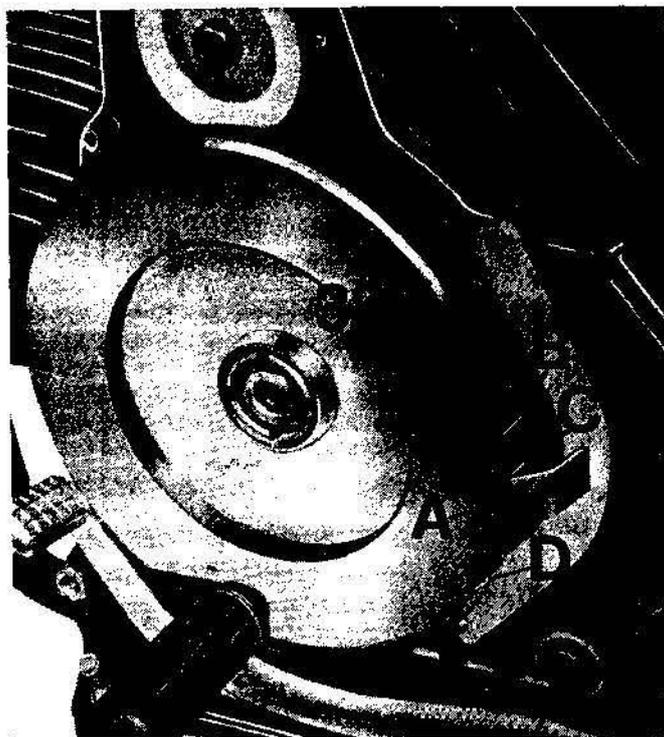

Fig. 113/1
- assicurarsi che il pistone sia a punto morto superiore, a fine fase di compressione, cioè con valvole chiuse. Il segno sul volano « P.M.S. » deve coincidere con il foro di centraggio (E di fig. 113) sul manicotto;
- ruotare il volano in senso antiorario finché il segno « AF10 » sul volano stesso si trovi in corrispondenza con il foro di centraggio (E di fig. 113) sul manicotto dentato. A questo punto i contatti del ruttore devono dare inizio all'apertura.
- montare a mezzo viti sul coperchio interno del basamento lato volano l'attrezzo numero 10915500 (32 di fig. 113/1);